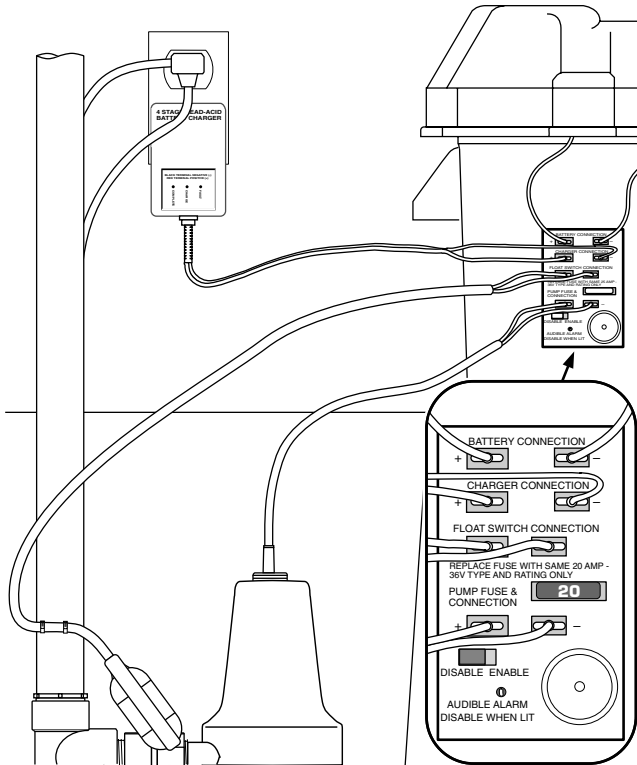

Figure 9 – Branchements électriques du FG100-A1
1. Coller les deux morceaux de ruban double face (fournis, Réf. 9) à l'arrière de la boîte de jonction. Appuyer la boîte de jonction contre le coffret de la batterie, comme il est illustré à la Figure 9 et à la page 29 (vue éclatée).
2. Brancher le chargeur comme il est illustré dans le tableau 1 et à la Figure 9.